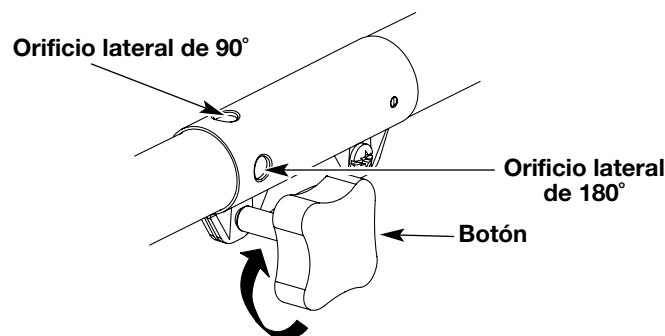

Fig. 3
4. Apriete el botón girándolo hacia la derecha (Fig. 3).
Cuando use el aditamento del recortador de eje recto, trabe el botón del accesorio de corte dentro del **orificio lateral de 90°** o del **orificio lateral de 180°** (Fig. 3).